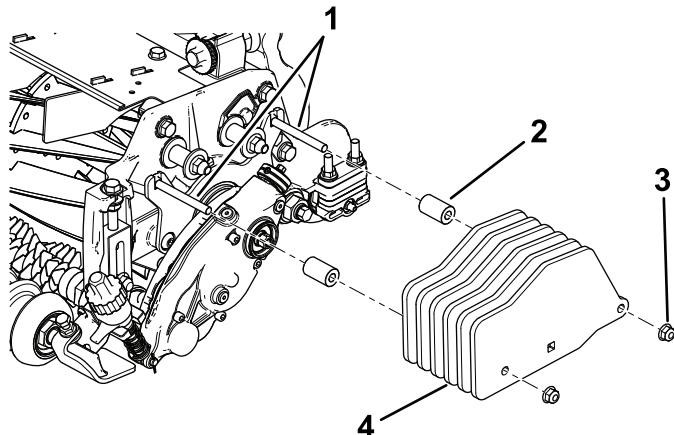

图19
对于仅安装疏草刀套件的滚刀组（未安装后滚筒刷套件和后集草斗），请参阅 图19。
**注意：** 对于已安装疏草刀套件和前集草斗的前滚刀组（没有后滚筒刷套件），请参阅图19。